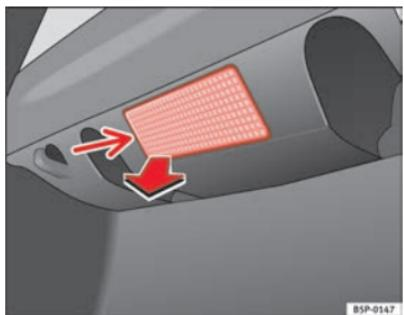

Fig. 151 Luz maletero
- Extraiga la tulipa haciendo presión sobre el borde de la parte interior de la misma -flecha- con ayuda de un destornillador por su parte plana ⇒ fig. 151.